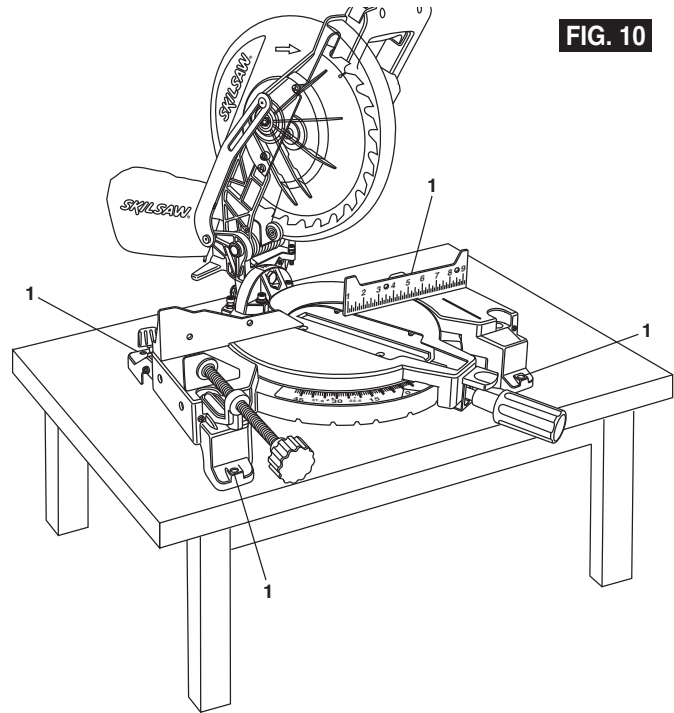

FIG. 10
6. Retirez le boulon de fixation de la lame **5**, le collier de la lame **6** et la lame. Il n'est pas nécessaire de retirer la rondelle intérieure **7** (Figure 10).
8. Installez le collier de la lame **6** dans le sens correct, puis installez le boulon de fixation de la lame **5** (Figure 10). Serrez le boulon de fixation de la lame **5** avec les doigts seulement. Appuyez sur le dispositif de verrouillage de l'arbre et serrez le boulon de fixation de la lame **5** à fond, mais sans serrer excessivement.
Mount the saw to the workbench using the four mounting holes (5/16" **1**) to the workbench (Figure 10). Check for clearance to the left and right of the saw.
Montez la scie sur l'établi en utilisant les quatre (4) trous de boulon (5/16 po) **1**. Assurez-vous que le dégagement est suffisant à gauche et à droite de la scie (Figure 10).
1. Chacun des quatre (4) trous de montage doit être boulonné solidement à l'aide de vis à tête plate de 5/16 po, de rondelles d'arrêt et d'écrous hexagonaux (non fournis).
3. Percez quatre (4) trous de 5/16 po de diamètre à travers l'établi.